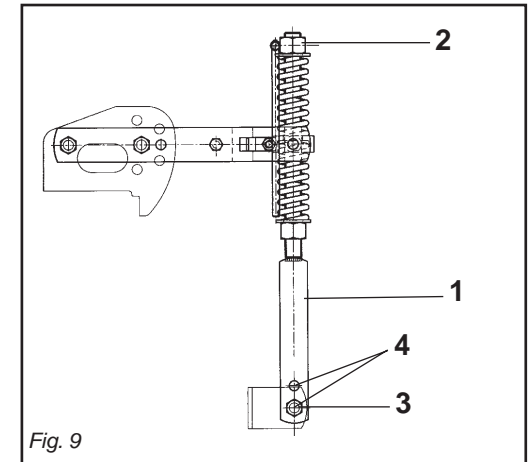

Fig. 9
- 6 - Il martinetto a molla (1 Fig. 9) oltre a sostenere la lamiera livellatrice ed ammortizzarla nel trasporto su strada, serve a evitare il ribaltamento della macchina durante il parcheggio.
La regolazione del precarico sulla molla si effettua avvitando e svitando il dado superiore (2 Fig. 9), agendo con l'apposita leva.
A seconda della posizione, determinata del bullone (3 Fig. 9) sui vari fori posti nel martinetto (4 Fig. 9) si riesce ad aumentare o diminuire l'effetto della lamiera livellante sul terreno.
- 6 - *Besides supporting the levelling plate and acting as a shock absorber for it during road transport, the spring ram (1 Fig. 9) prevents the machine from overturning when parking. To adjust the spring pre-loading, screw or unscrew the upper nut (2 Fig. 9) using the spring adjuster. The effect of the levelling plate on the soil can be increased or decreased depending on the position, established by of the nut (3 Fig. 9) in the various holes in the ram (4 Fig. 9).*
- 6 - *Le vérin à ressort (1 Fig. 9) sert de soutien à la tôle de nivellement et de suspension pendant le transport sur route, pour éviter le basculement du cultivateur lors du stationnement. Pour régler la pression du ressort, vissez ou dévissez l'écrou supérieur (2 Fig. 9) avec la manivelle. L'effet de la tôle de nivellement sur le terrain peut être augmenté ou diminué en changeant la position du boulon (3 Fig. 9) dans les différents trous du vérin (4 Fig. 9).*
- 6 - El gato de resorte (1 Fig. 9), además de sostener la chapa de nivelación y protegerla durante el transporte en carretera, sirve para evitar el vuelco de la máquina durante el estacionamiento.
Por regular la presión sobre el resorte, atornillar o destornillar la tuerca superior (2 Fig. 9) con el gato.
De acuerdo a la posición, determinada de la turca (3 Fig. 9) en los diversos orificios del gato (4 Fig. 9) se logra aumentar o disminuir el efecto de la chapa de nivelación sobre el terreno.
- 6 - Die Federwinde (1 Abb. 9) trägt nicht nur das Planierschild und dient beim Straßen-transport zur Dämpfung von Stößen, sondern sie soll auch verhindern, daß die Maschine während des Parkens umkippt.
Um die Feder zu verstellen, verschrauben oder aufschrauben Sie die obere Mutter (2 Abb. 9) mit dem Spindel.
Je nach der Position, die durch der Mutter (3 Abb. 9) in den verschiedenen Löchern des Windenrohres (4 Abb. 9) festgelegt wird, kann die Wirkung des Planierschildes auf den Boden erhöht oder verringert werden.